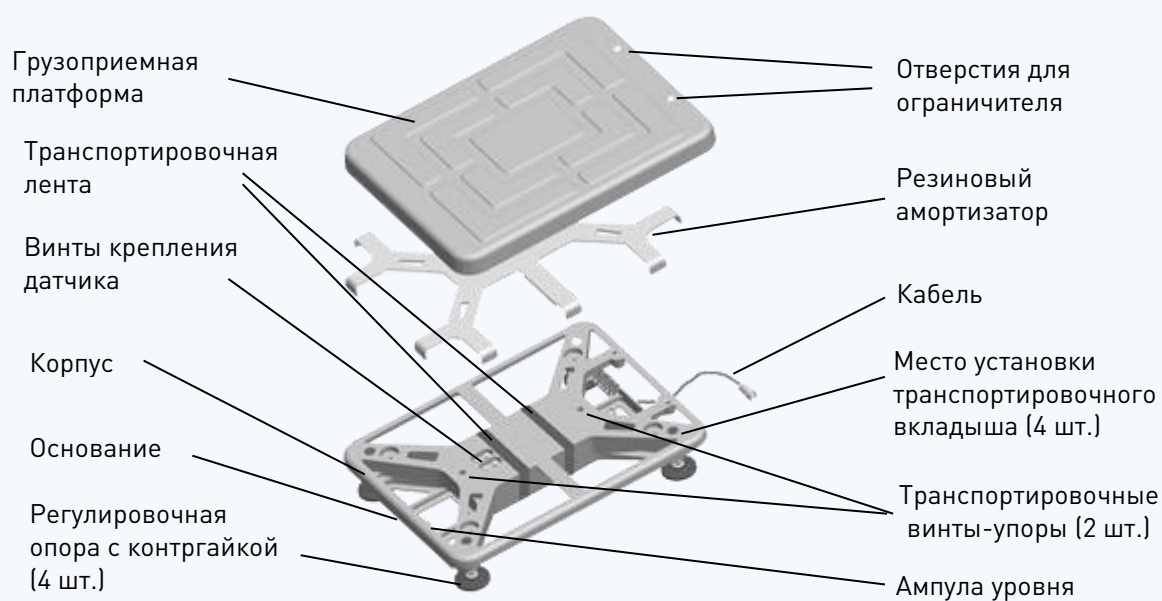
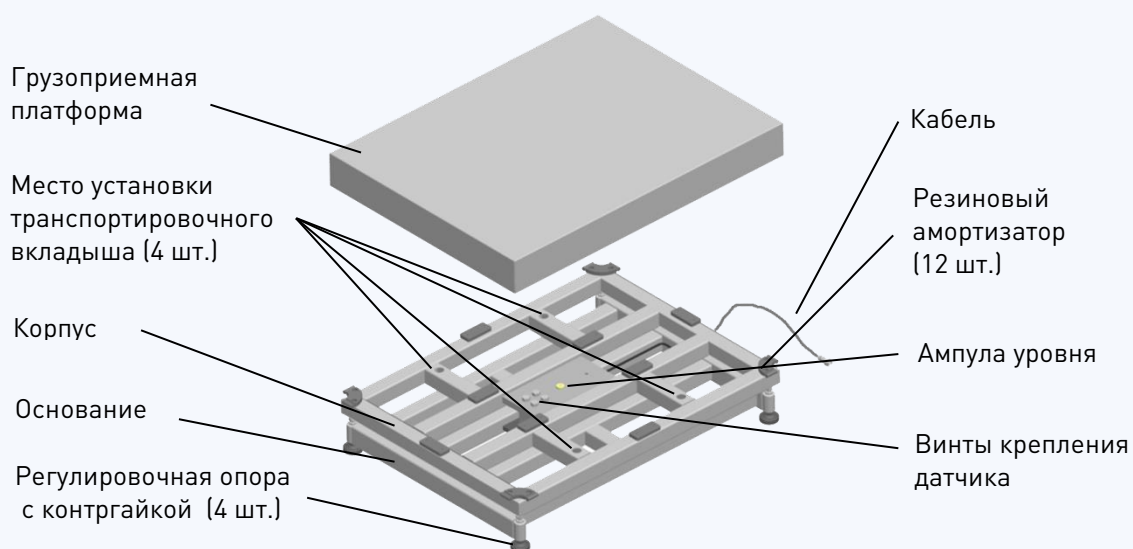

Рис. 5.1. - Модуль взвешивающий TB-S\_
Рис. 5.2. - Модуль взвешивающий TB-M\_
Конструкция весов представлена на Рис. 5.1.
2. Снять грузоприемную платформу. Вынуть транспортировочные вкладыши (Рис. 5.1, Рис. 5.2).
6. Установить весы на твердой ровной поверхности. При помощи регулировочных опор выставить весы по ампуле уровня таким образом, чтобы пузырек воздуха находился в центре ампулы. При необходимости, затянуть контргайки регулировочных опор (Рис. 5.2).